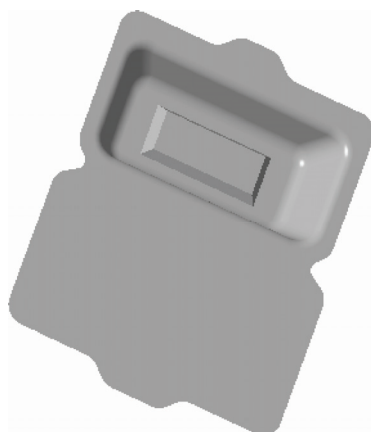

图 16-29 创建填充特征一
STEP 11 单击“完成”按钮，完成填充特征的创建，效果如图 16-29 所示。